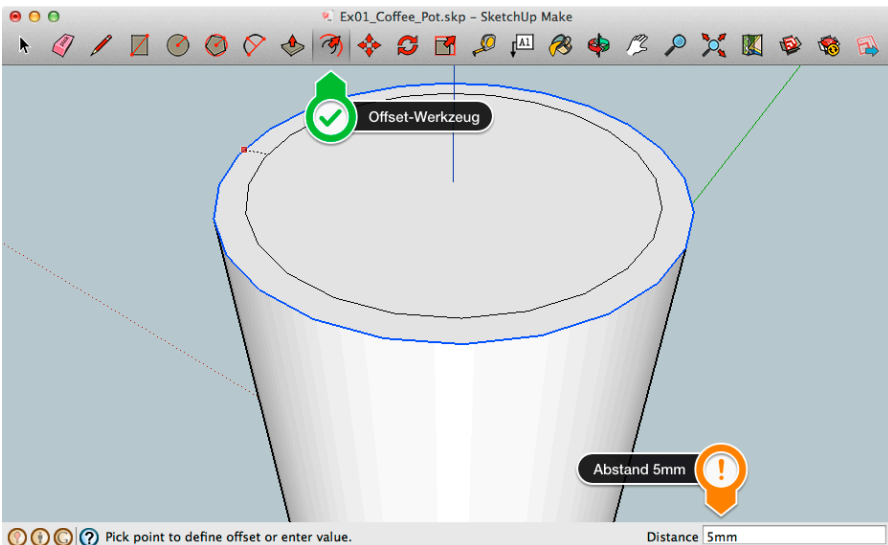

Bild 1.8 Das Offset-Werkzeug orientiert sich an bereits vorhandener Geometrie.
6. Jetzt müssen wir den Zylinder nur noch aushöhlen. Hierzu nutzen wir eine Kombination aus zwei Werkzeugen. Wählen Sie über die Taste F das *Offset-Werkzeug* aus (Bild 1.8).